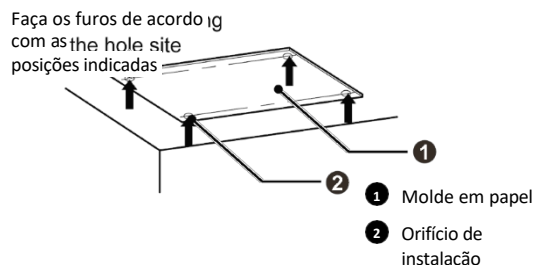
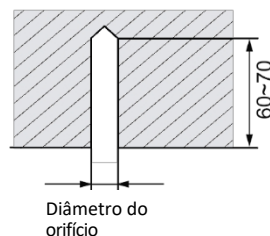

Fig. 4.1.2
Fig. 4.1.3
- 1) Cole o cartão de referência na posição de instalação; faça 4 furos de acordo com a localização dos furos no cartão, conforme indicado na Fig. 4.1.2; o diâmetro do furo depende do diâmetro do parafuso de expansão e a profundidade é de 60 a 70 mm, conforme indicado na Fig. 4.1.3.